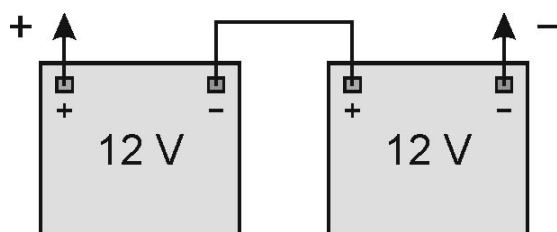

Рисунок 12
12.2.6 Подключите новые аккумуляторные батареи согласно схеме, приведенной на рис. 12.